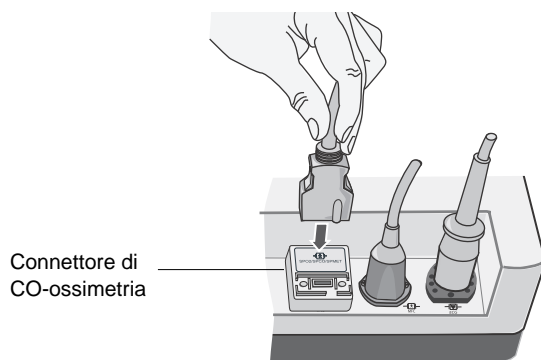

Figura 2
4. Collegare il cavo del paziente al connettore di CO-ossimetria sul retro del dispositivo E Series (vedere Figura 2).
- Collegare il cavo del paziente al connettore di CO-ossimetria sul retro del dispositivo E Series come mostrato nella Figura 2 a pagina 4.
8. Collegare il cavo del paziente al connettore di CO-ossimetria sul retro del dispositivo E Series come mostrato nella Figura 2 a pagina 4.